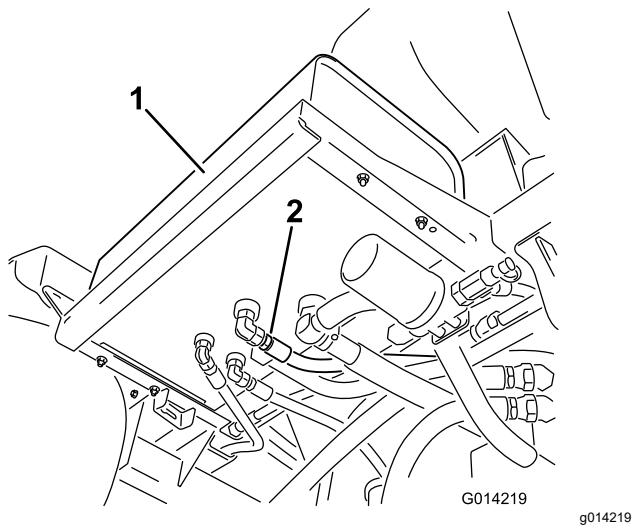

Figure 108
- Nettoyez la surface autour d'un raccord de flexible hydraulique au bas du réservoir d'huile hydraulique (Figure 108).
- Débranchez le raccord de flexible du réservoir et vidangez l'huile dans le bac de vidange (Figure 108).